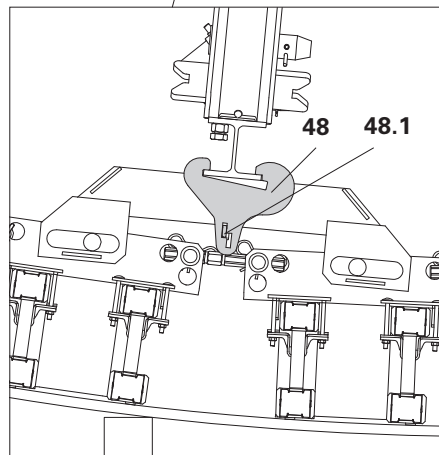

Fig. B1.01b
3. Desplazar las abrazaderas correa (48) sobre los perfiles de las escuadras, insertar en las correas de distribución y fijar con cuña K (48.1). (Fig. B1.01b)